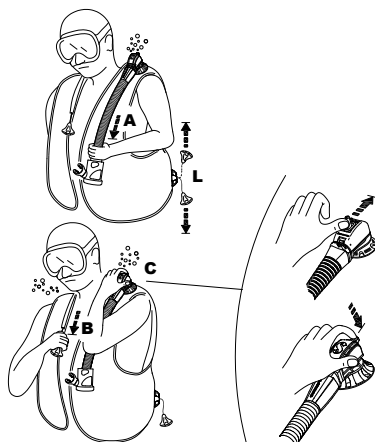

図7
- a) ホースアセンブリをそっと引きます(図7-A)。ホースアセンブリを引くときに、過剰な圧力は不要です。バルブの可動範囲は限られており、強く引いてもエアの流量は増えません。マニュアルダンプバルブを閉じるには、下向きに引くのを止め、リリースします。
- b) バルブケーシングから突き出たボタンを押します(図7-C)(特許取得):このシステムは、(パニック、初心者ダイバー、意識消失などの)問題を抱えた他のダイバーのエアをバージするときにも便利です。
- スキューバプロ・デュアルマニュアルダンプは安全なハンドボタンを有しているため、ボタンを押せばエアが排出されます (図7-C)。マニュアルダンプシステムの故障 (ケーブルやピンの破損等) やAIR2で呼吸中の障害にも備えています。
肩バルブ (図7-B)
右肩にバルブがある場合には、バルブへつながっているひもの先端に付いているノブを静かにひっぱることでバルブを作動させることができます (図 7 - B)。どちら側のダンプバルブを操作するにも、BC内のエアよりも高い位置にバルブを持ち上げてください。求める浮力量に到達するまでダンプバルブを作動してください。引くこと/押すことをストップしてバルブを閉じてください。(図 7 - B)。
下部ダンプバルブ (図7-L)
ガス流量が最も大きい排気装置は、肩バルブ (図7-B) および下部ダンプバルブ (図7-L) です。